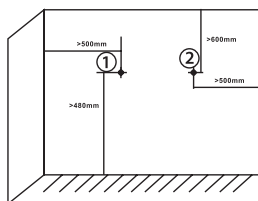

рис. 3
- При креплении конвектора на стене опорные пластины (1) с колёсиками не используются.
- Сначала следует разметить отверстия на стене (рис. 3).